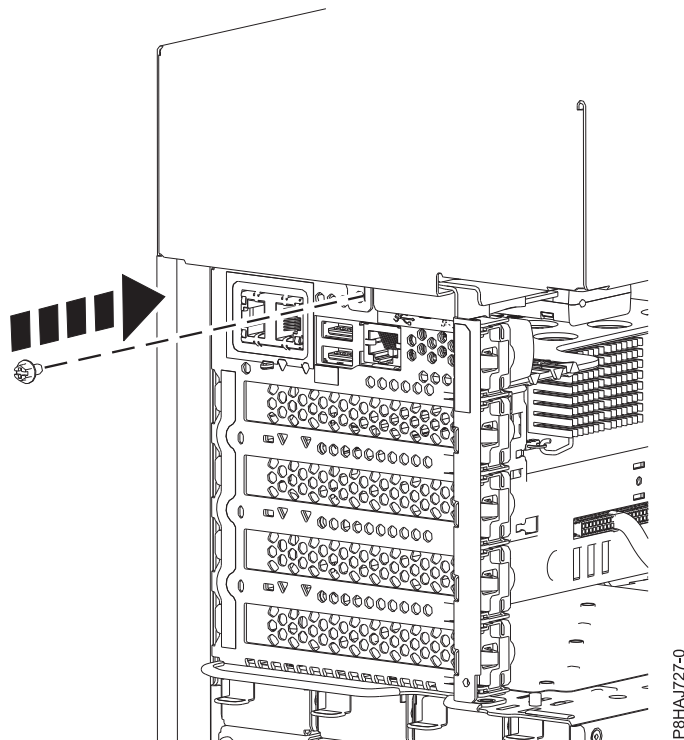

Figure 34. Installation de la vis capot latéral du 8286-41A
5. Installez la vis arrière du capot latéral à l'aide d'un tournevis cruciforme, comme illustré figure 34, à la page 49.